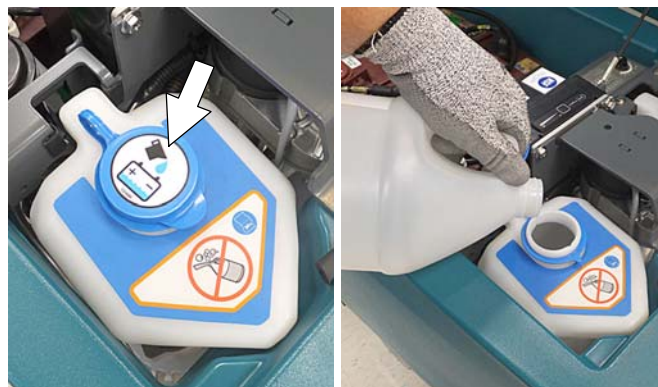

ABB. 61
10. Automatische Batteriebewässerungsoption – Tank mit destilliertem Wasser nachfüllen (Abbildung 61). Verschluss wieder aufsetzen.